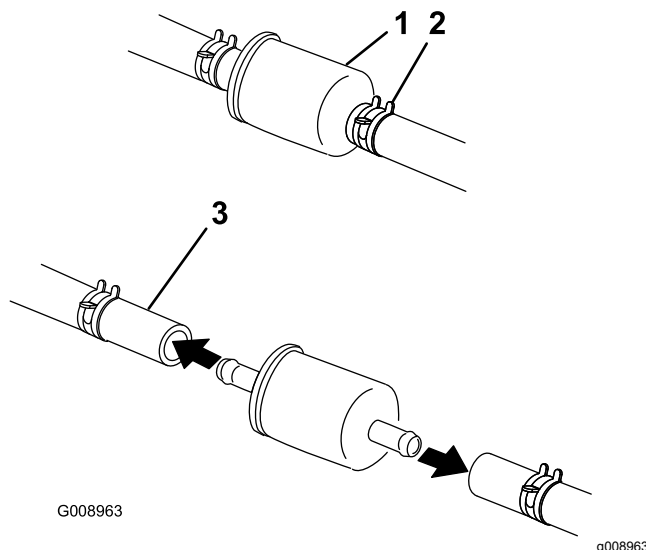

Figure 65
6. Pincez les extrémités des colliers et éloignez les colliers du filtre (Figure 65).
8. Posez un filtre neuf et rapprochez les colliers de fixation du filtre (Figure 65).